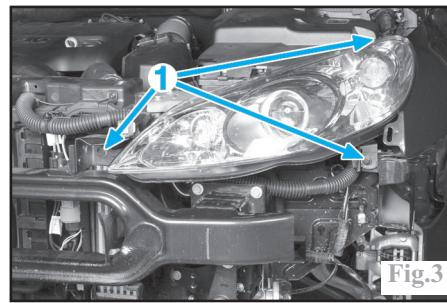

Fig.3
Déposer les 3 fixations (1) et dégager le projecteur (Fig.3).